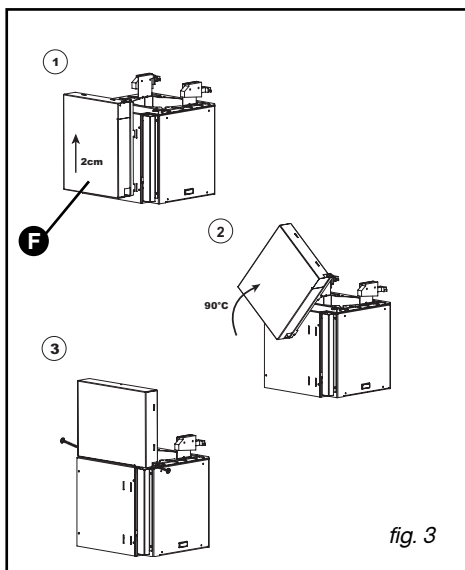

fig. 3
- Retirez le ruban adhésif du boîtier composant (F fig.3)
- Soulevez le boîtier d'environ 2cm, puis le dégagez, faites lui faire 1/4 de tour, puis le glissez et le fixez à l'aide des 2 vis sur le dessus du moteur (fig 3).
– Dans le cas d'une gaine diamètre 125 mm, utilisez l'adaptateur fourni (fig. 3).